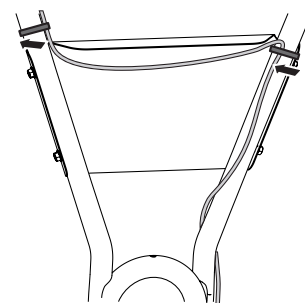

Figura 10
- Dirija el cable detrás del panel hasta la manija del lado izquierdo y asegúrelo justo encima de la esquina superior del panel con un precinto. (Mantenga el cable ubicado a lo largo del interior de la manija). Consulte la Figura 10.